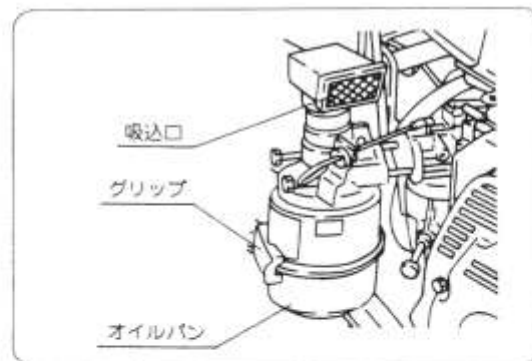

図34
- ① グリップを外し、オイルパンおよびエレメントを取外してください。(図34)
- ④ エアクリーナの吸込み口をホコリの少ない方向(ハンドル側)に向けてください。(図34)